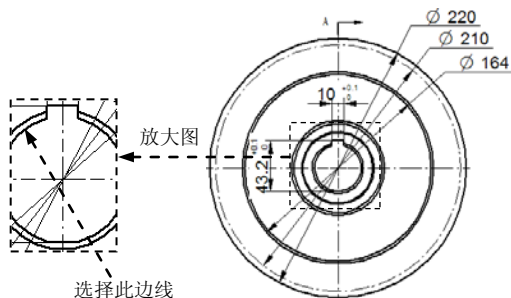
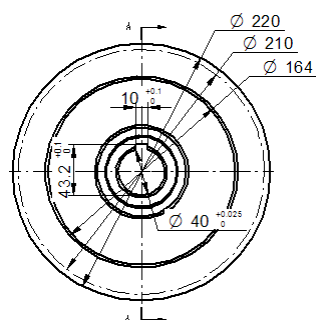

图 10.1.20 定义参照边
图 10.1.21 标注直径尺寸 40
(1) 单击“尺寸类型”按钮，然后在弹出的下拉菜单中选择 **h7** 类选项，在孔的下拉列表中选择 **h7** 选项，在适合类型下拉列表中选择 **适合，仅公差** 选项。
(2) 选择图 10.1.20 所示的边线，然后单击按钮，在合适的位置放置尺寸，结果如图 10.1.21 所示。